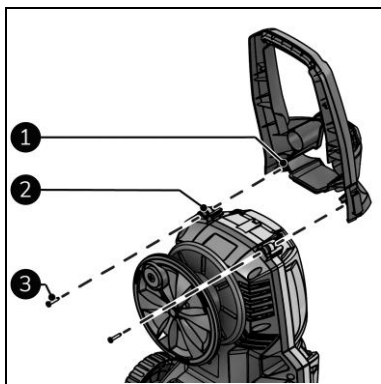

Figure 7
1. Fixez la poignée (figure 7, pos. 1) à la partie principale (figure 7, pos. 2) à l'aide des deux vis autotaraudeuses ST4,8x24 (figure 7, pos. 3).